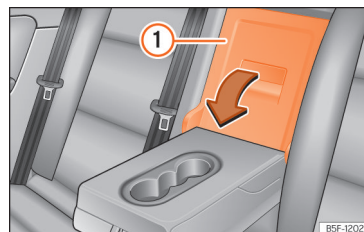

Fig. 194 No encosto do banco traseiro: abertura da tampa.
- Puxe a alavanca de desbloqueio no sentido da seta e rebata completamente a tampa >>> **Fig. 194** ① para a frente.